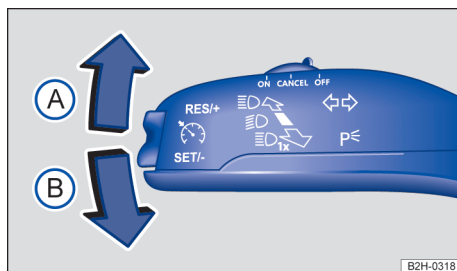

Fig. 75 À esquerda na coluna de direção: alavanca dos indicadores de direção e do farol alto.
- Trazer a alavanca dos indicadores de direção e do farol alto da posição central para a seguinte posição → Fig. 75: